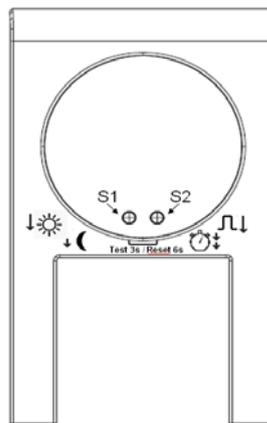

Bild 2: Lage der Anzeige- und Bedienelemente auf der Sensorseite des Bewegungsmelders
- 2 Taster (S1 und S2, siehe Bild 2): zum lokalen Einstellen von Betriebsart, Helligkeitsschwelle und Nachlaufzeit des Bewegungsmelders, unabhängig vom Bus
Soll der Testbetrieb erneut aktiviert werden, so kann dies durch gleichzeitiges Drücken von S1 und S2 für mind. 3 s (max. 5 s) ausgelöst werden. Die LED blinkt dabei für 3 s schnell und bleibt dann eingeschaltet. Lässt man nun die Tasten los, so wird der Testbetrieb durch 2x Blinken der LED bestätigt. Ein vorzeitiger Abbruch des Testbetriebs kann durch kurzen Tastendruck auf S1 oder S2 (Bild 2) erfolgen.